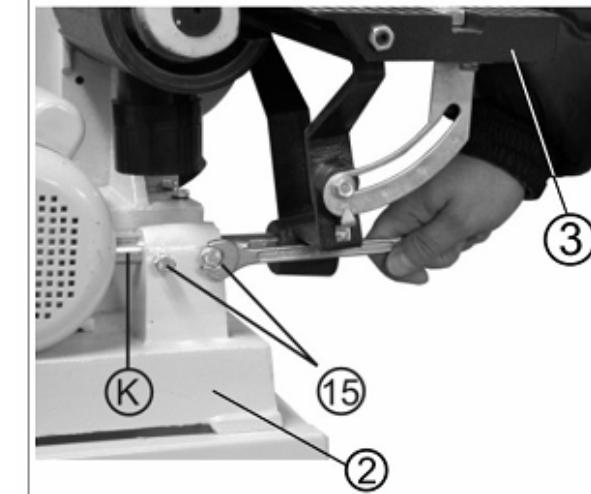

Рис.6
## 8.3. Установка рабочего стола (Рис.5,Рис.6)
9.1.2. Ослабьте фиксирующий болт (16), Рис.6 и установите рабочий стол (3) с минимальным зазором относительно шлифовального диска (5). Затяните фиксирующий болт (16), Рис.6.